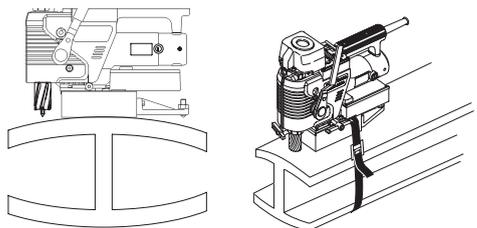

図 9
- **マグネットは材料の長手方向と平行にセットしてください。(図 9)**